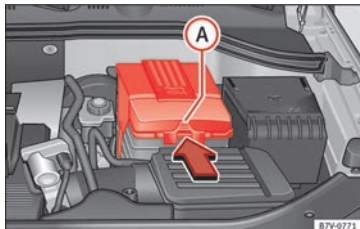

Abb. 249 Im Motorraum: Abdeckung für die Fahrzeugbatterie abnehmen.
- Bei einer Abdeckung: Auf die Lasche » **Abb. 249**  in Pfeilrichtung drücken und Abdeckung nach oben abnehmen.